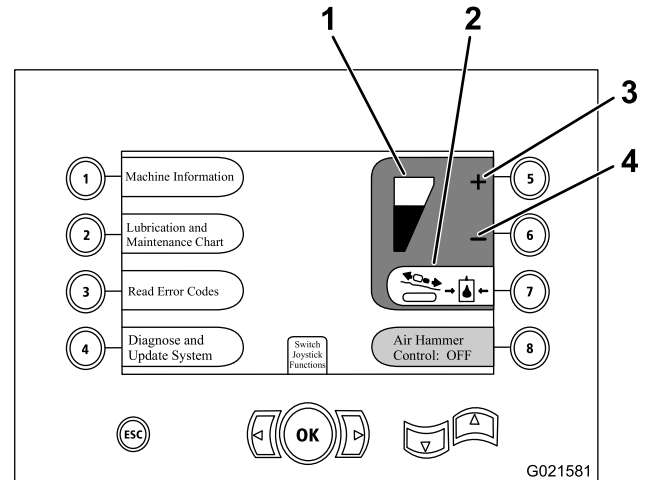

Bild 71
Hinweis: Der Wagendruckmesser (Bild 71) steigt oder fällt in dem Maß, in dem Sie den Wagendruck erhöhen oder senken.
2. Erhöhen oder senken Sie den Wagendruck folgendermaßen (Bild 71):
- Drücken Sie Taste 5 auf dem Bildschirm, um den Wagendruck zu senken (Bild 71).
- Drücken Sie Taste 6 auf dem Bildschirm, um den Wagendruck zu erhöhen (Bild 71).